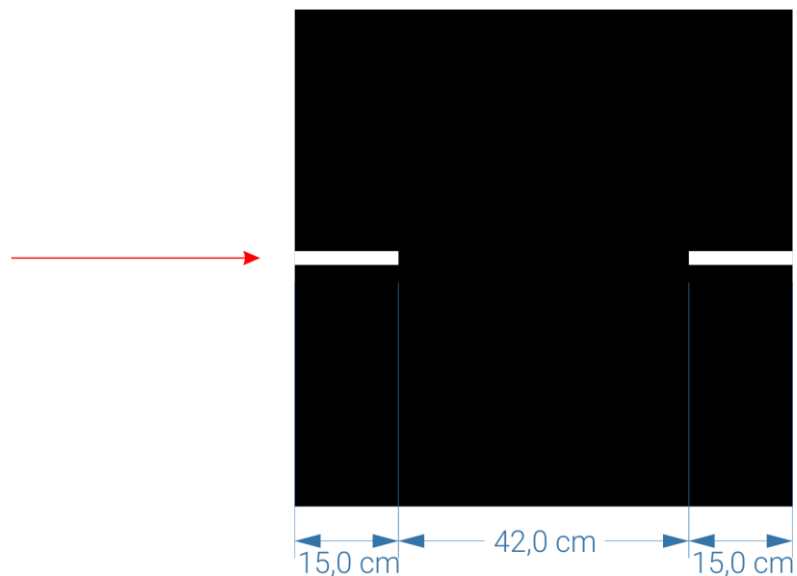

Figura 10. Área de parada.
- VII. A área de parada, presente no fim de cada percurso, consiste em um trecho de 42,0 ± 5,0 cm sem marcações (Figura 10), limite no qual o robô deverá parar completamente, sem intervenção humana. Caso o robô não pare no local delimitado, o último trecho será desconsiderado. Haverá um percurso reto de pelo menos 15,0 cm antes e depois desta área.